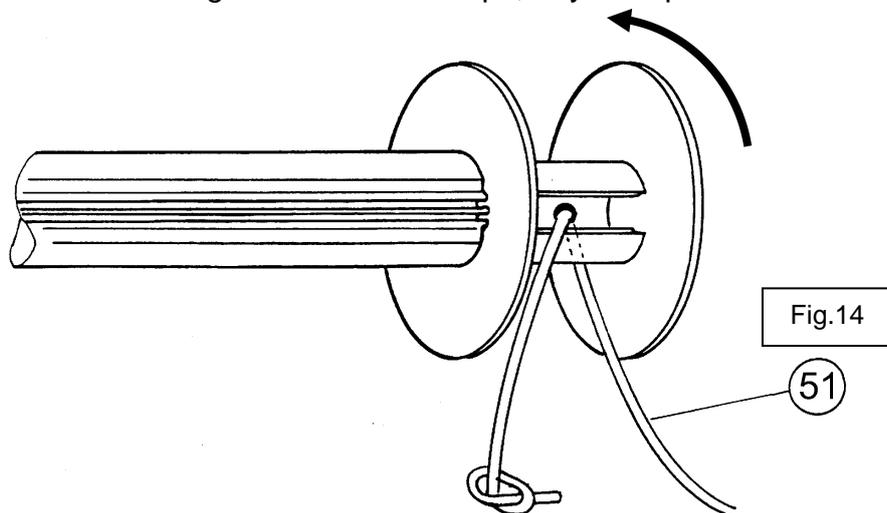

Fig.14
III 13 b - Passer le cordage de manoeuvre fourni de bas en haut dans la poulie (35), puis à travers le trou du moyeu du tambour (voir Fig. 14), et faire un noeud à son extrémité. Tirer sur le cordage pour que le noeud soit complètement noyé à l'intérieur de la rainure du moyeu.